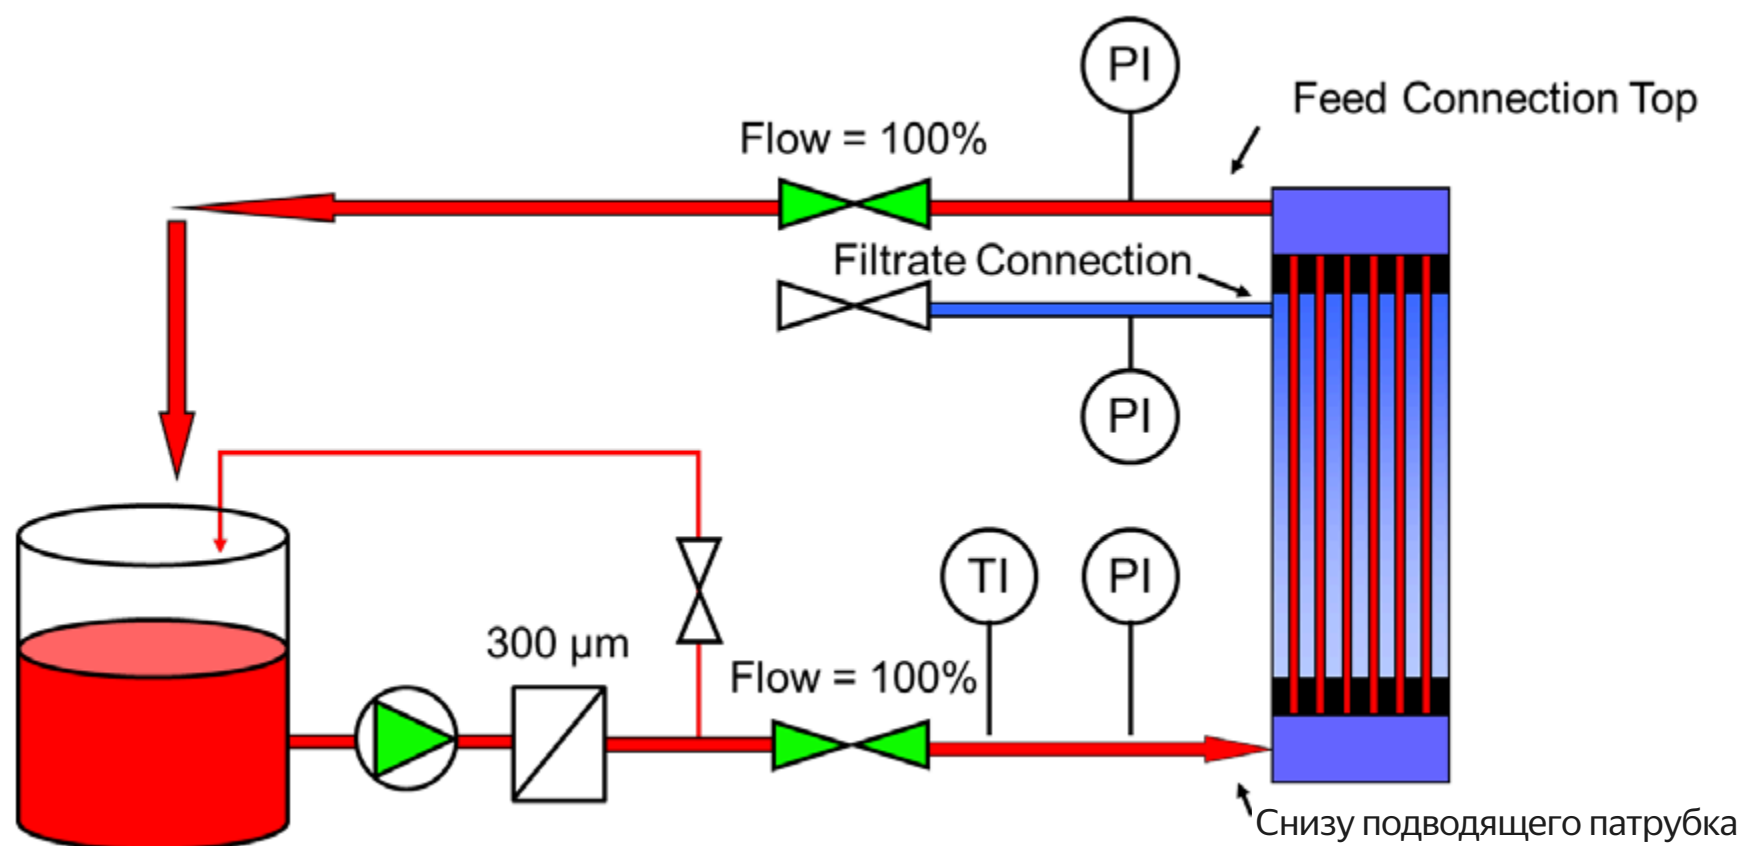

Рисунок 6-2: Циркуляция на стороне подачи
2. Впрыск химического раствора в просвет волокна на стороне подачи запускается запуск насоса для очистки CIP (рисунок 6-2). Установите минимальный объемный расход в соответствии с разделом "Налаживание циркуляции CIP". Важно обеспечить подачу боковое вентилирование.